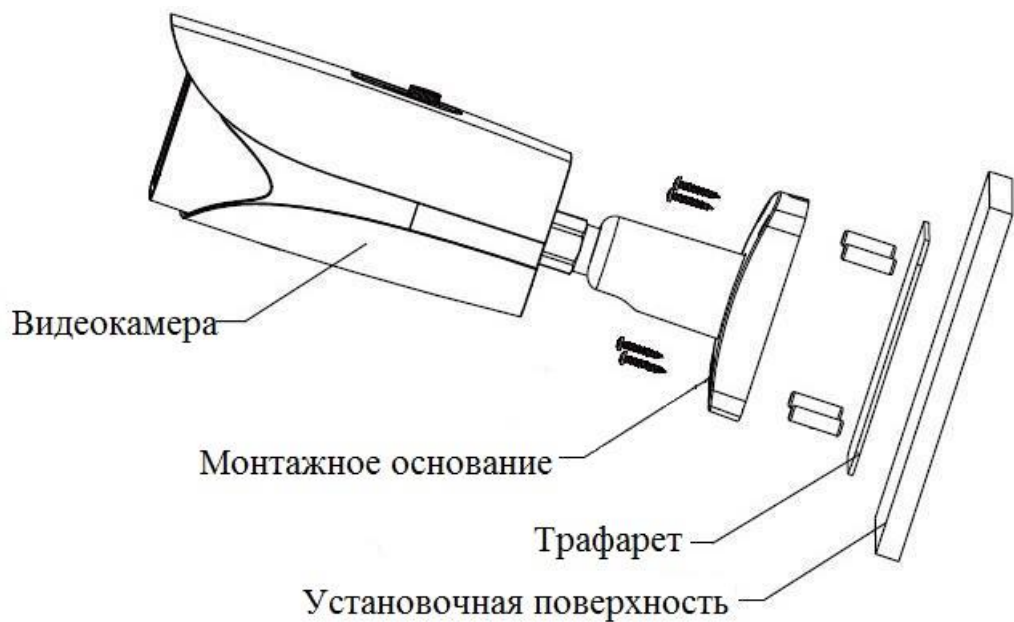

Рисунок 4
4.6 Прикрепите видеокамеру к установочной поверхности (рис.4). При необходимости поверните корпус видеокамеры на желаемый угол.